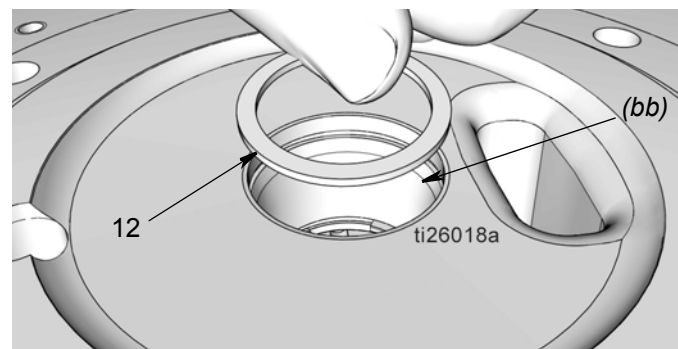

FIG. 32
- Verifique que el anillo de retención (51) esté en su lugar en el lado de la base de la bomba (1).
- Instale el espaciador (12) mostrado en FIG. 32.